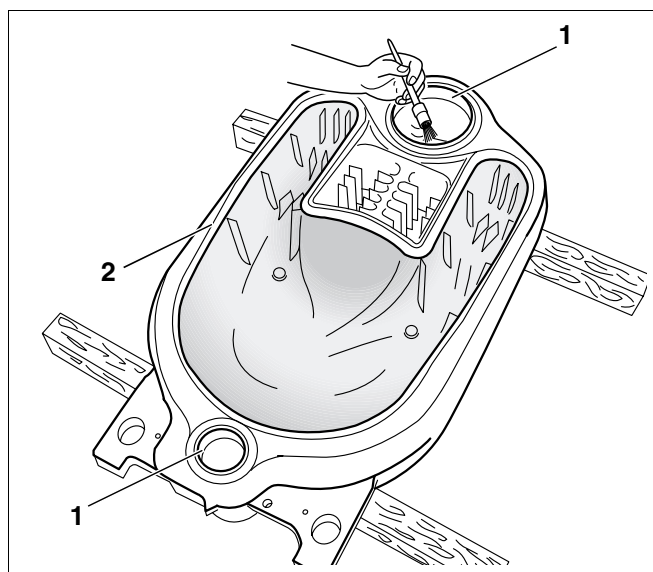

Fig. 10 Pregătirea penelor de etanșare și a butucilor
- Penele de etanșare (Fig. 10, **Poz. 2**) se vor curăța cu peria de sârmă sau cu cârpa.
- Suprafețele de etanșare ale butucului cazanului (Fig. 10, **Poz. 1**) se vor curăța cu cârpa muiată în benzină.
- Suprafețele de etanșare ale butucului cazanului vor fi vopsite (Fig. 10, **Poz. 1**) cu miniu.